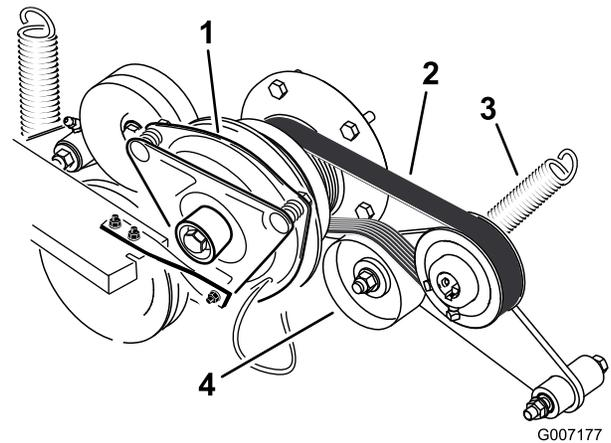

Bild 62
- Entfernen Sie die Feder vom Spannarm (Bild 62).
- Legen Sie einen neuen Riemen um die Motor- und Hydraulikpumpenscheiben (Bild 62).
- Haken Sie die Feder wieder in den Spannarm ein (Bild 62).